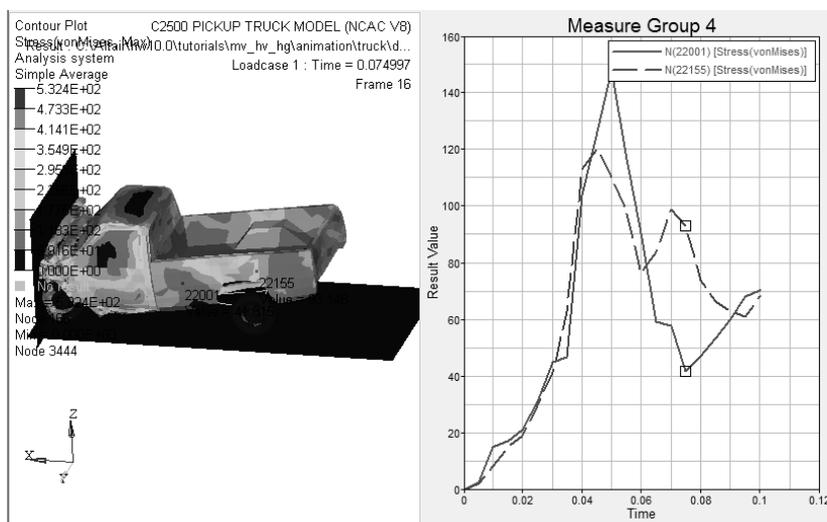

图 13-39 动态更新等效应力测量结果
(5) 单击 **Apply** 按钮。**Apply** 按钮可能被视图控制面板挡住，单击视图面板右侧浅绿色细条，可以关闭视图控制面板。
(6) 关闭 **Plot preview**。
(7) 按下 **<Ctrl>** 键，选择节点列表中两个节点。
(8) 将 **Place curve on** 切换成 **New Plot**。
(9) 激活 **Live link** 选项，此选项将在运行动画时动态更新曲线数值。
(10) 单击 **Apply** 按钮，效果如图 13-39 所示。